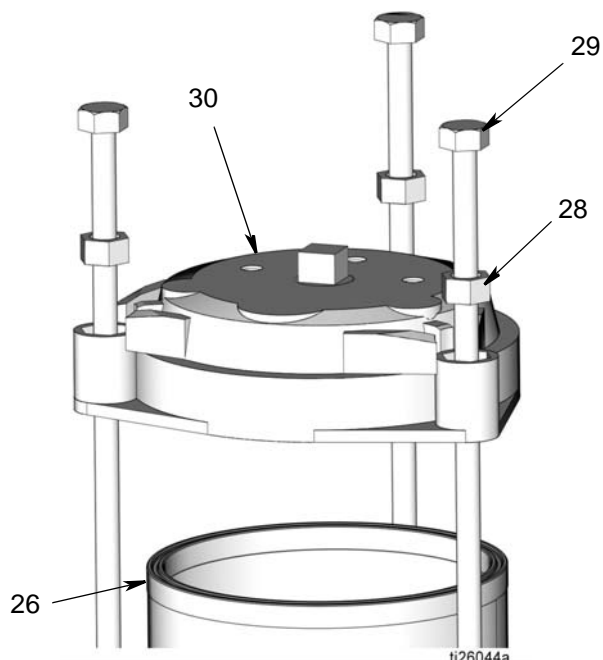

FIG. 58
13. Installare il coperchio (30) sulla guarnizione del serbatoio (26).
14. Installare i distanziali (28) e i tiranti (29) (FIG. 58).